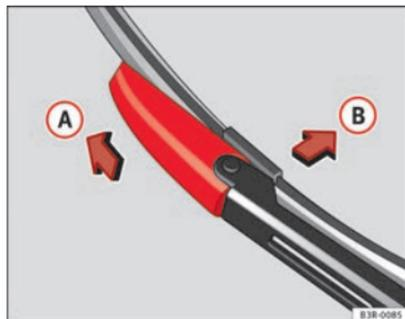

Fig. 174 Extraer la escobilla
- Desplace el elemento de bloqueo de la escobilla en la dirección de la flecha ⇒ fig. 174 (A). Aguante al mismo tiempo la escobilla.
- Saque la escobilla (B) del alojamiento del brazo del limpiaparabrisas.